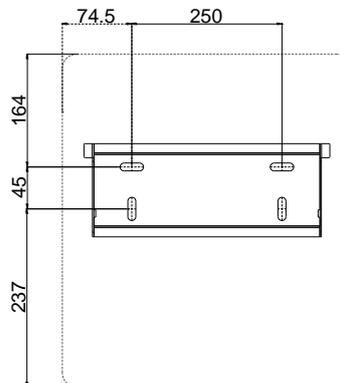

FIG.6-6 Posições de perfuração (L x A, 399 x 446mm)
1) Utilize o suporte de montagem na parede como modelo e marque as posições dos furos, depois faça os 4 furos conforme a FIG. 6-6. (Diâmetro = 11mm, Profundidade \geq 55mm).
Nota: As dimensões externas (L x A) do inversor é mostradas como uma linha tracejada na FIG. 6-6.